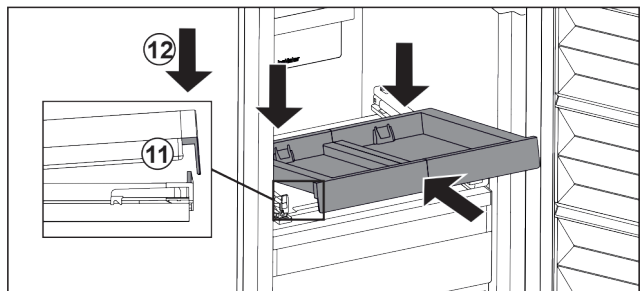

Fig. 198
- L'insérer en l'inclinant. Veiller à ce que, des deux côtés, la butée soit derrière la languette. Fig. 198 (11)
- Déposer le compartiment coulissant par l'avant. Fig. 198 (12)